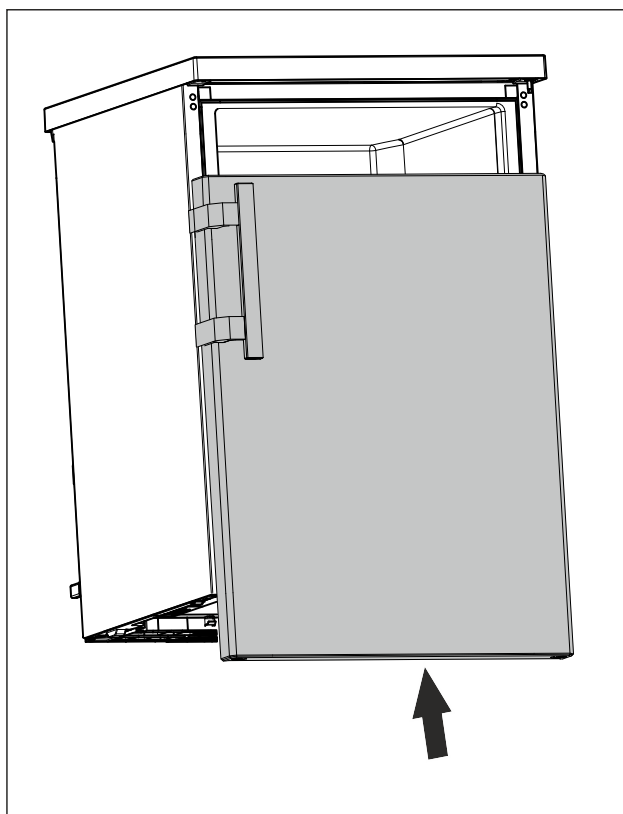

Fig. 19
- ▶ Tolja rá az ajtót zárt állapotban a felső csapra. (lásd Fig. 19)